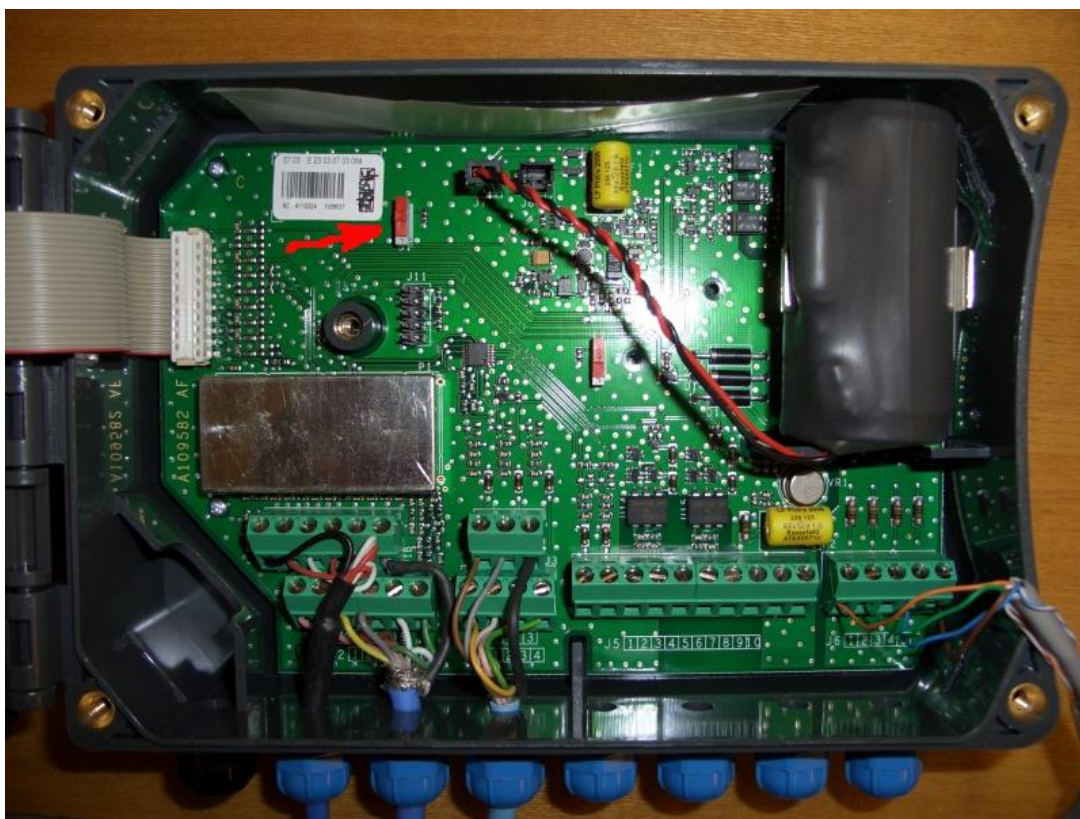

Рис. 2-5. Переключатель “режима программирования” S1
2. Переведите переключатель режима S1 в положение “вверх - разрешено” (Рис. 2-5)